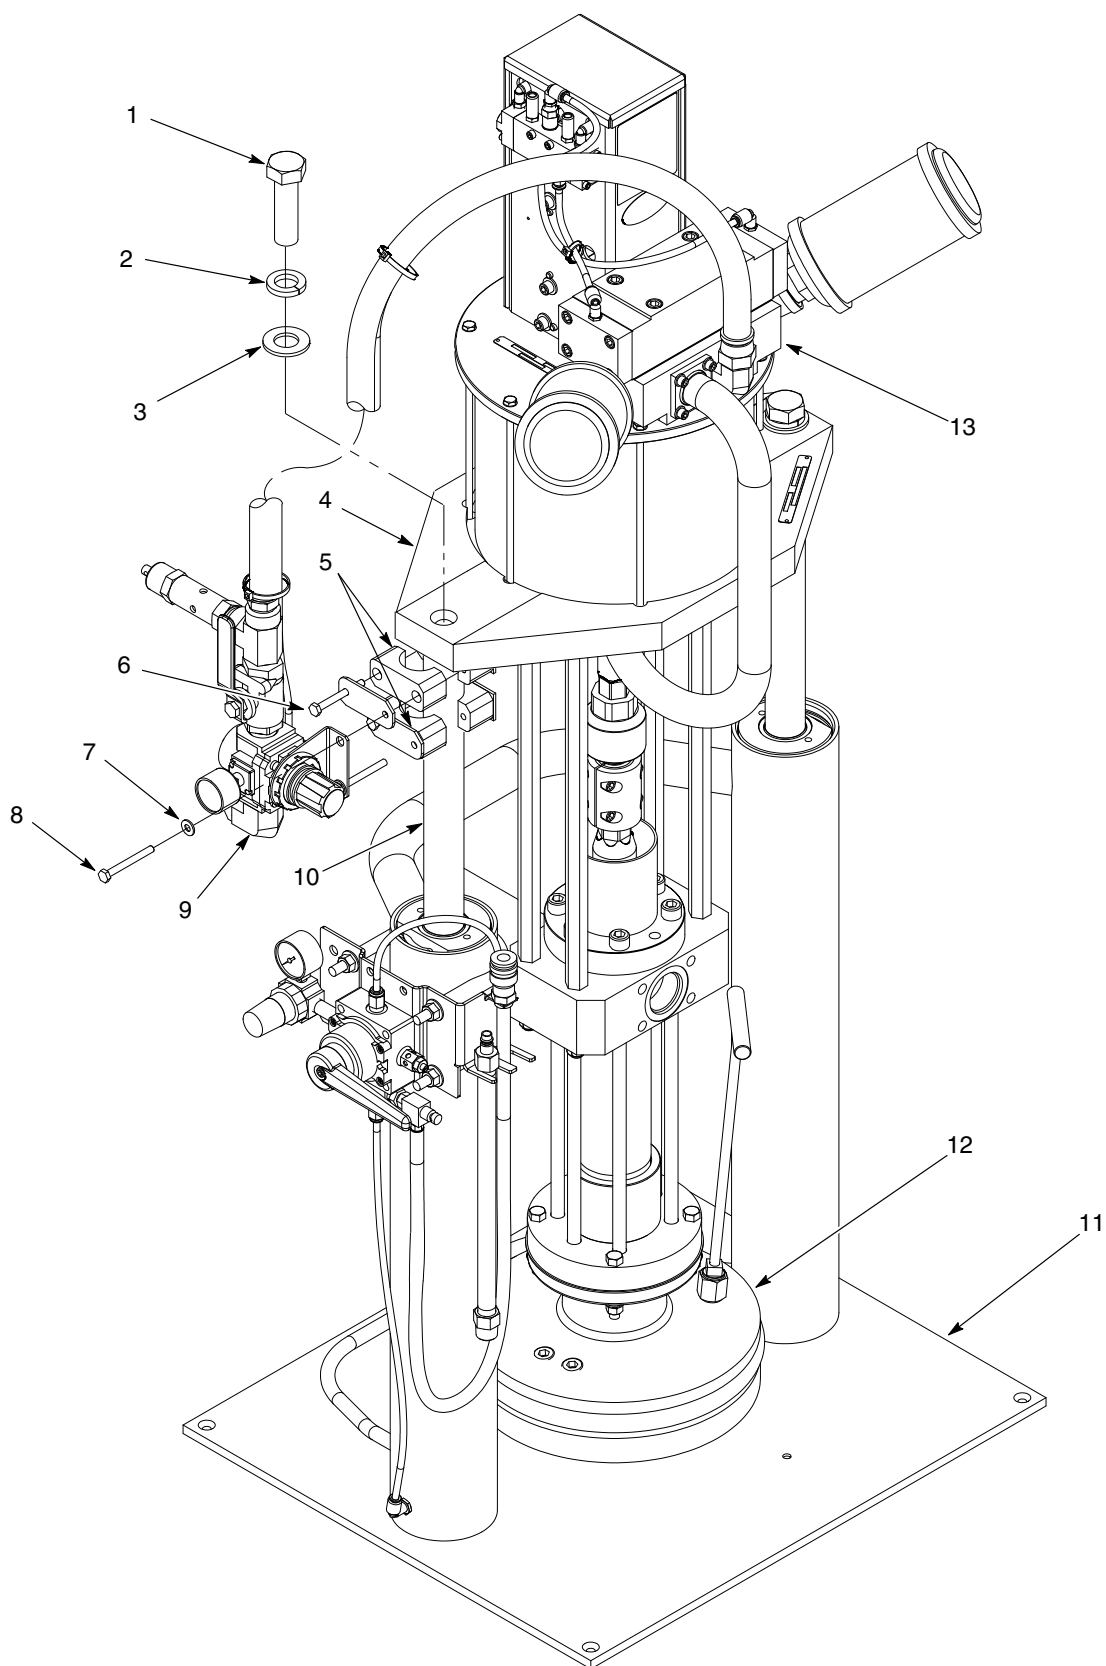

Abb. 4 Pumpenbaugruppe abnehmen
1. Siehe Abb. 4. Den Stempel (12) bis zur Grundplatte des kleinen Rahmens (11) absenken.
2. Sicherstellen, dass der gesamte Druck aus den Luftzylinderkolben abgelassen ist. Luftversorgungsschlauch vom Luftregler (9) trennen.
3. Die Schrauben (8) und Unterlegscheiben (7) abnehmen, mit denen der Luftregler (9) an den Klemmen (5) befestigt ist.
4. Die Schrauben (6) abnehmen, mit denen die Klemmen (5) an der Zylinderstange (10) befestigt sind.
5. Die Schrauben (1), Sicherungsscheiben (2) und Unterlegscheiben (3) abnehmen, mit denen die Grundplatte (4) an den Zylinderstangen (10) befestigt ist.
1. Siehe Abb. 4. Die Pumpenbaugruppe (13) am kleinen Rahmen (11) installieren.
2. Loctite 242 auf die Gewinde der Schrauben (1) auftragen. Die Grundplatte (4) mit den Schrauben, Sicherungsscheiben (2) und Unterlegscheiben (3) an den Zylinderstangen (10) befestigen. Die Schrauben festziehen. Anzugsmoment: 190-195 ft-lb (258-264 N•m).
3. Die Klemmen (5) mit den Schrauben (6) an der Zylinderstange (10) installieren. Die Schrauben fest anziehen.
4. Den Luftregler (9) mit den Unterlegscheiben (7) und den Schrauben (8) an den Klemmen (5) installieren. Die Schrauben fest anziehen.
5. Luftversorgungsschlauch am Luftregler (9) anschließen.